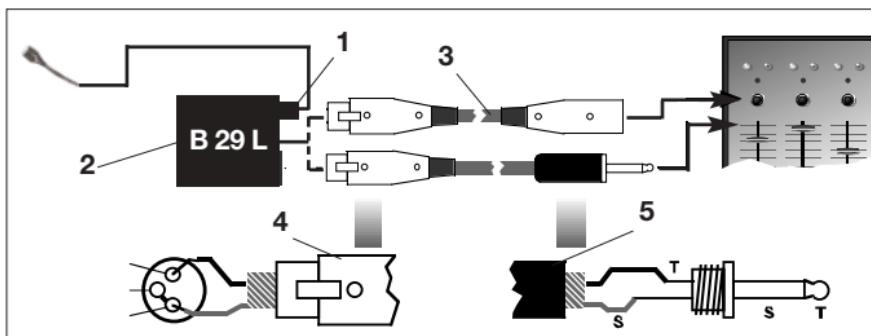

Fig. 3: Esquema de conexión con B 29 L
Ver Fig. 3.
Ver Fig. 3. 2. Conecte el B 29 L (2) a la entrada deseada.